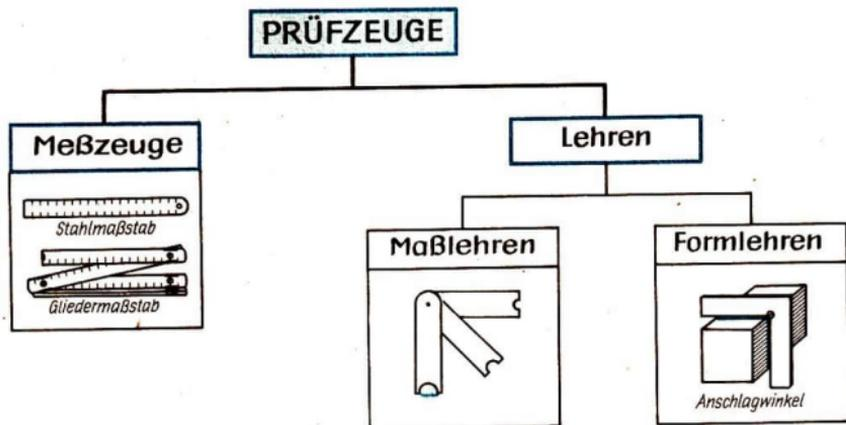

Bild 48/1 Übersicht zu den Prüfzeugen
- Betrachte das Bild 48/2! Stelle fest, welches Maß oder welche Form geprüft wird!
An dem Werkstück, das im Bild 48/2a dargestellt ist, wird mit einer Maßlehre die Breite des Einschnitts geprüft. Das gleiche Maß kann aber auch mit einem Stahlmaßstab geprüft werden.